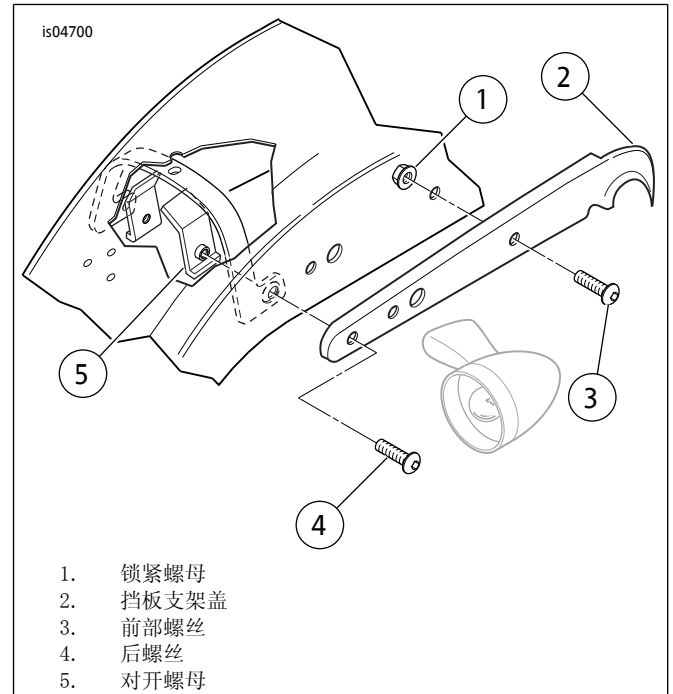

图1。后挡板支架(图示为右侧)
4. 参见图1。从后挡板支架盖(2)上拆下前部螺丝(3)和锁紧垫圈(1)并丢弃。